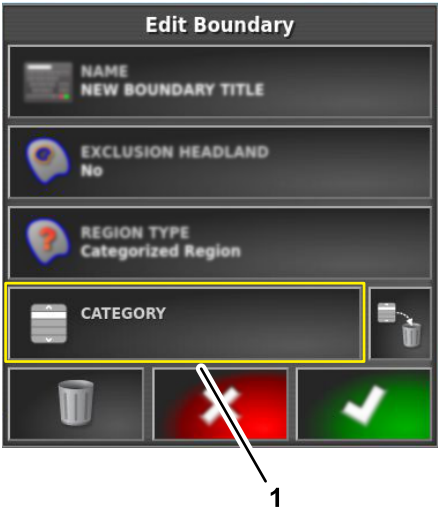

Figure 65
3. Dans la boîte de dialogue Modifier une limite, appuyez sur l'icône CATÉGORIE pour afficher une liste des types de catégorie (Figure 65).